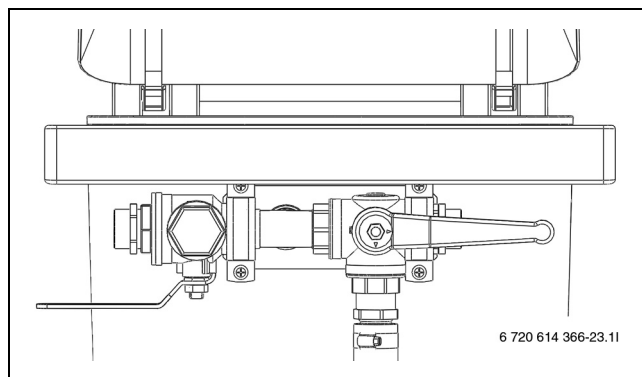

Bild 16 Påfyllnadsstation i påfyllningsläge
- ▶ Vrid ventilerna på påfyllnadsstationen till påfyllningsläge och fyll kretsen med köldbärarvätska (→ Bild 16).